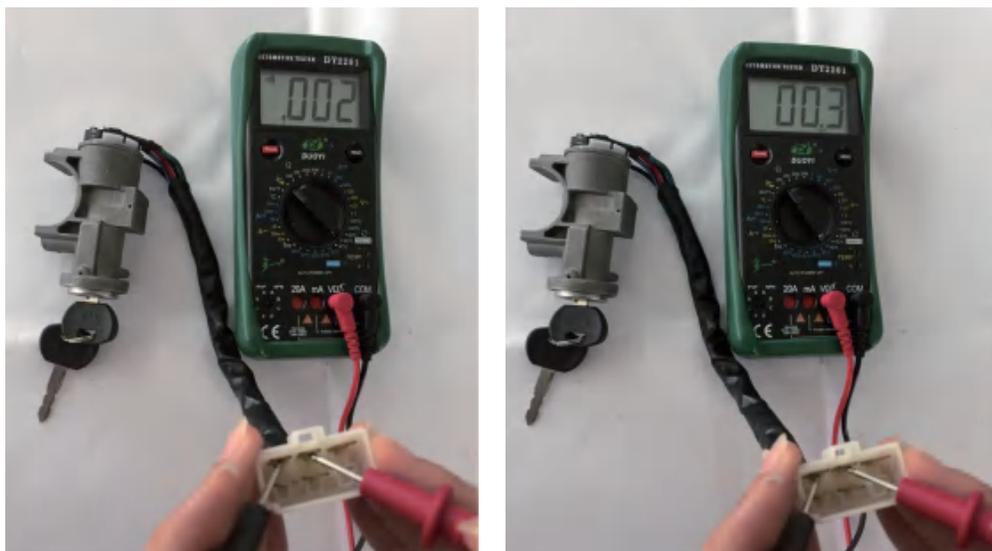

图 1.24 ON 档的检测
②点火开关 ON 档的检测如图 1.24 所示
据图 1.24 回答问题：测量点火开关 ON 档，AM 线与 IG1 线是否相通？_____。AM 线与 IG2 线是否相通？_____。